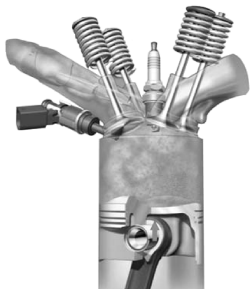
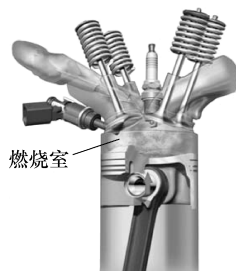

图 1-15 喷油器喷油过程
图 1-16 混合气形成过程
3) 混合气形成。均质稀混合气的混合气形成有足够的时间, 混合均匀, 形成较稀的均质混合气指的是汽油空气所形成及压缩如图 1-15、图 1-16 所示。